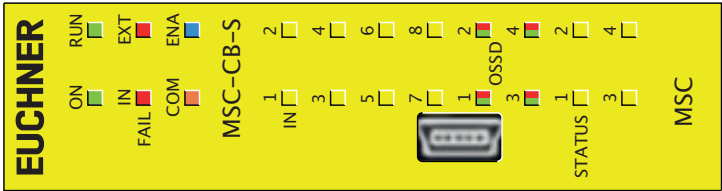

Fig. 32 :
8.4.2. Module de base MSC-CB-S (Fig. 32)